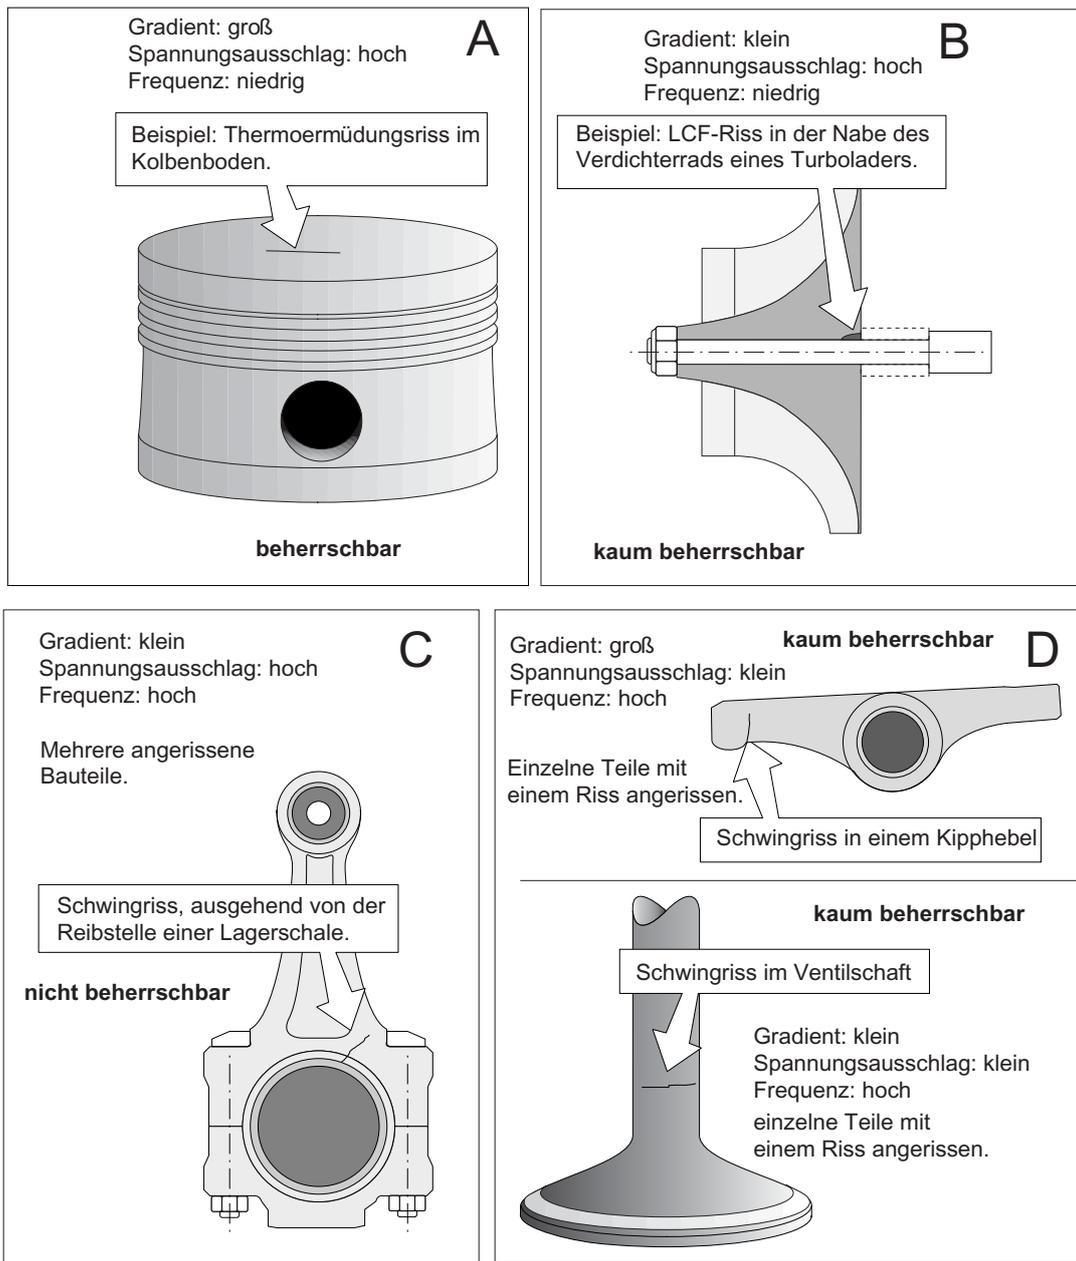

Bild 1-0
**Bild 1-0** (entspricht Bild 4.3-22, Lit. 4.3-21): Die **Abschätzung des Risikos** einer ganzen betroffenen Flotte gleicher Maschinen bei akuten Schadensfällen ist von großer Bedeutung für einzuleitende Maßnahmen bzw. die Risikominimierung. Hierzu gehört die Identifikation betroffener Bauteile, die **Festlegung von Inspektionsintervallen**, die Definition der anzuwendenden Verfahren und die Erarbeitung bzw. Einleitung von Abhilfen. Für dieses Vorgehen muss die Chance abgeschätzt werden, den Anriss rechtzeitig vor dem Versagen des Bauteils (meist dem Bruch)